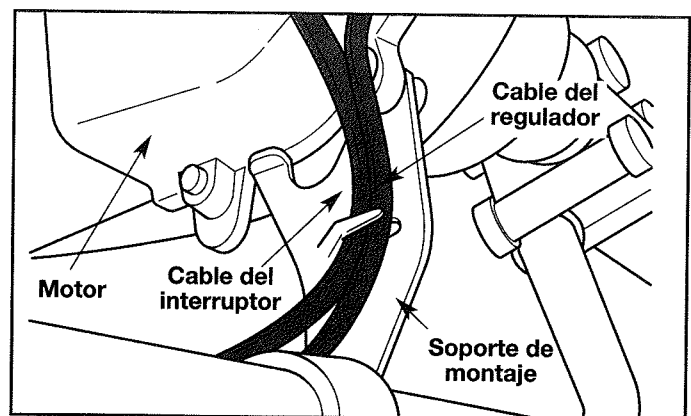

Fig. 13
8. Dirija el cable del interruptor de encendido y luego el cable del regulador a través de la presilla del soporte de montaje del manubrio derecho (Fig. 13).